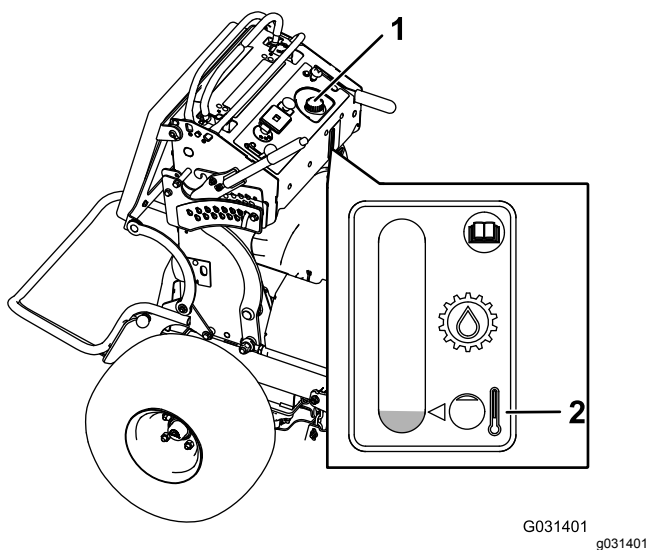

Figura 75
3. Limpe a zona em redor da tampa e do tubo de enchimento do depósito hidráulico (Figura 75).
4. Retire a tampa do tubo de enchimento (Figura 75).